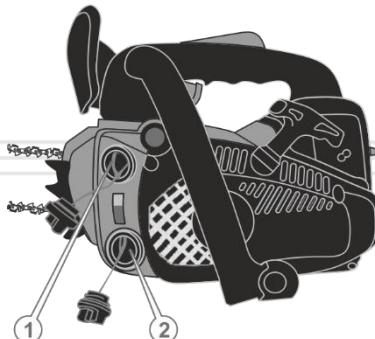

Рисунок 4. Розташування кришок заправки паливом, мастилом.
4. Відкрутіть кришку (1, рис.4) заливної горловини паливного бачка.
2. Відкрутіть кришку горловини мастильного бачка (2, рис. 4).